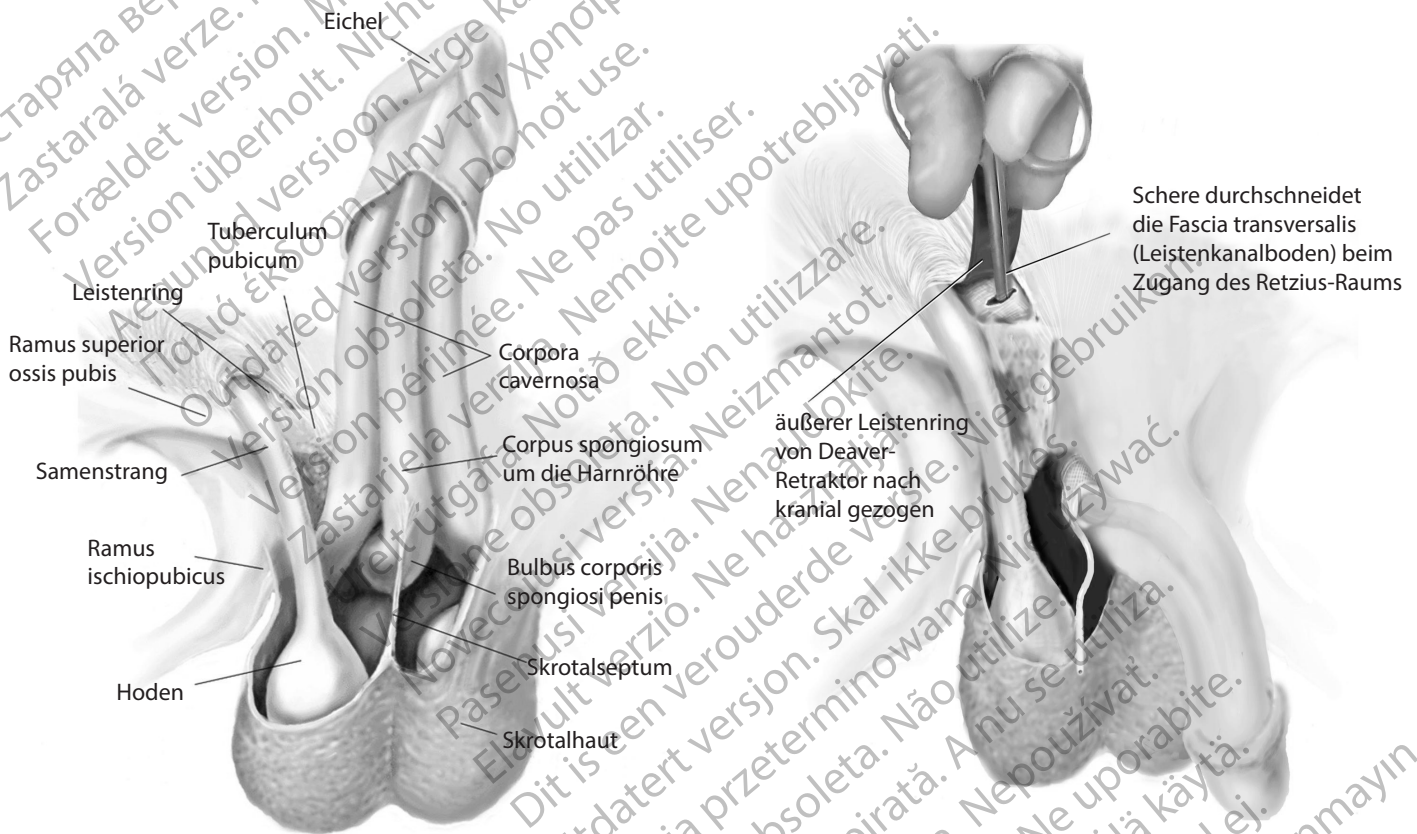

Abbildung 4-21.
- a. Blase leeren, Scott-Retraktor entfernen und Skrotalinzision seitlich des Penis aufweiten. Druckregulierungsballon mithilfe des Leistenrings im retropubischen Raum platzieren. Dabei die Fascia transversalis durchstechen. Nach der Implantation des Ballons wird die Öffnung mithilfe eines resorbierbaren Fadens verengt (Abbildung 4-21).